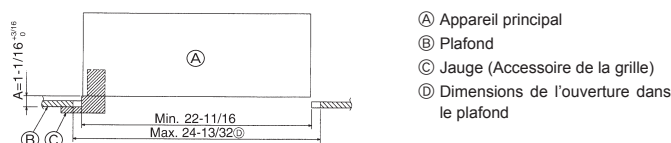

Fig. 3-6
- 3. Lorsque l'appareil principal ne peut pas être aligné contre l'orifice de montage au plafond, il est possible de le régler par une fente prévue sur la plaque de montage. (Fig. 3-6)